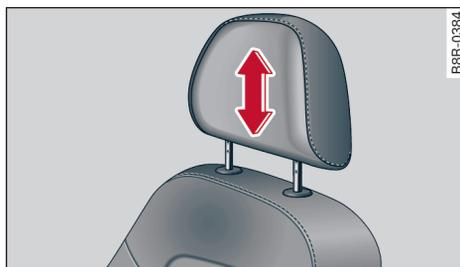

图 65 前座椅：调节头枕（型号 A）
- ▶ 用双手抓住头枕侧面，然后向上/向下移动，直到感觉其卡止，即可向上/向下调整头枕 → 图 65。